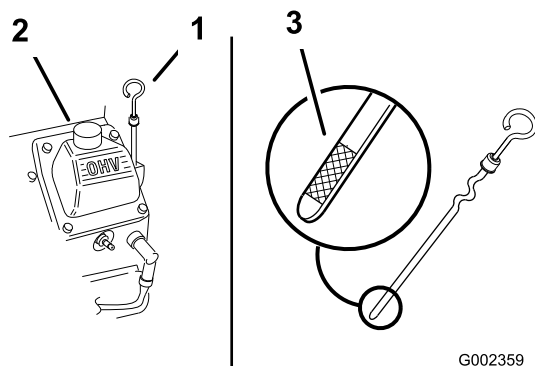

Bild 16
2. Reinigen Sie den Bereich um den Ölpeilstab (Bild 16), damit kein Schmutz in den Einfüllstutzen gelangen und den Motor beschädigen kann.
3. Nehmen Sie den Peilstab heraus und wischen Sie ihn ab. Stecken Sie ihn dann ein (Bild 16).
Der Ölstand sollte an der Voll-Marke am Metallende des Ölpeilstabs liegen (Bild 16).
5. Wenn der Ölstand unter der Voll-Marke liegt, nehmen Sie den Fülldeckel ab (Bild 16) und gießen Sie genug Öl ein, um den Ölstand bis zur Voll-Marke anzuheben. **Füllen Sie nicht zu viel ein.**